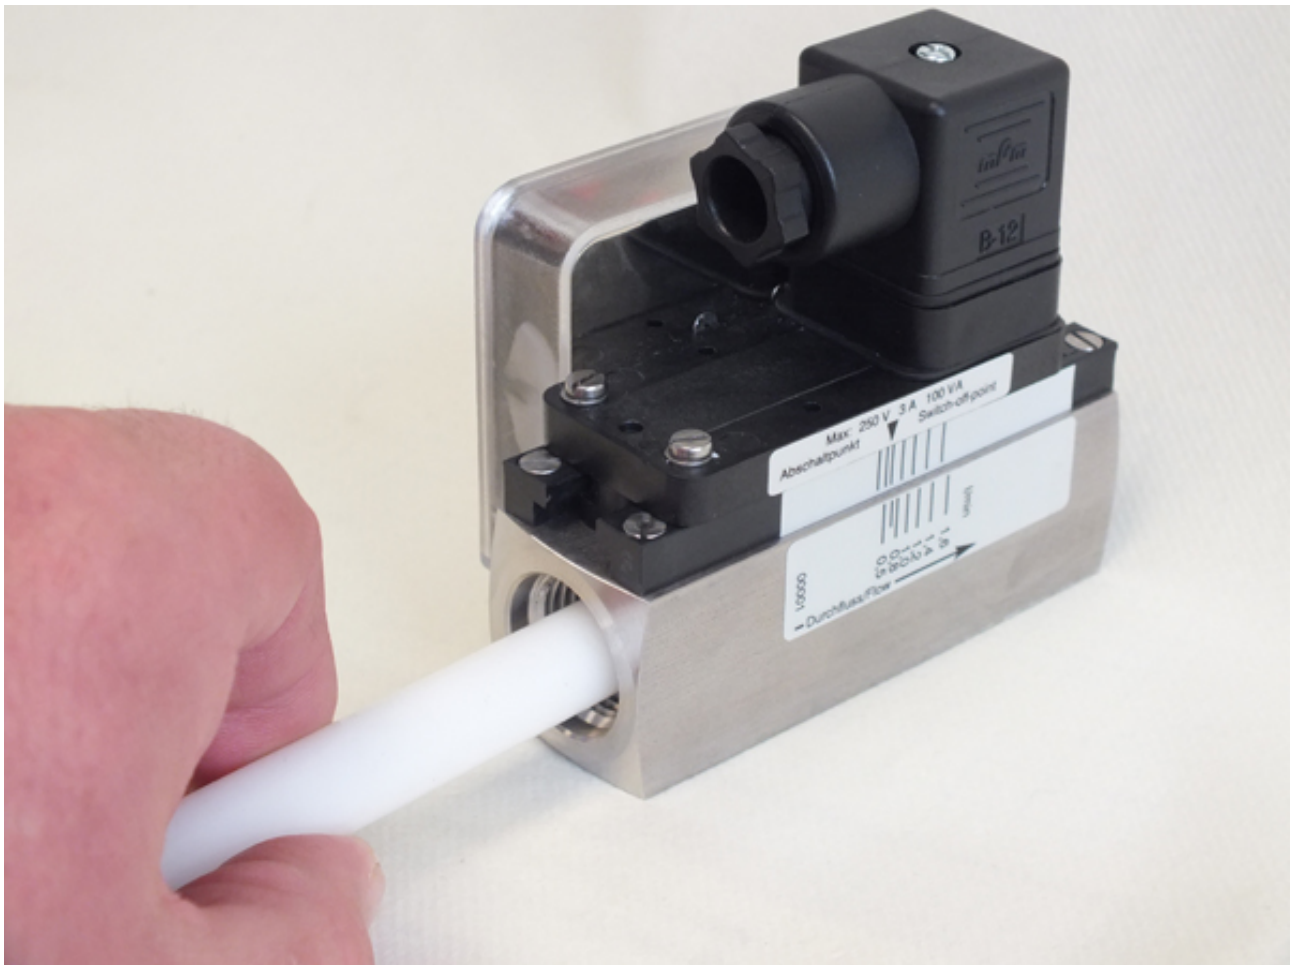

Abb. 65: Gängigkeit prüfen
12. ➤ Schwebekörper durch Druck mit dem Prüfstab (Abb. 65) auf leichte Gängigkeit prüfen